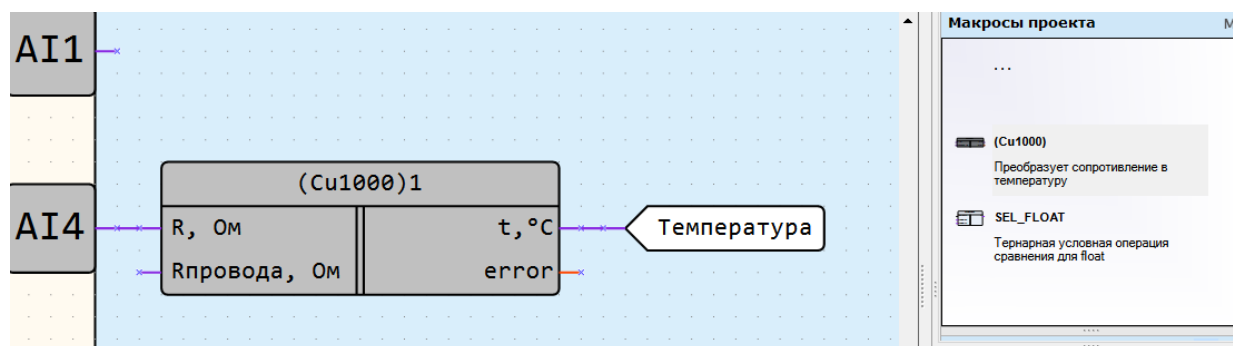

Рисунок 5 – Настройка аналогового входа при подключении датчика сопротивления
- 7) Закрыть «Менеджер компонентов» и со вкладки «Макросы» библиотеке компонентов подсоединить добавленный макрос к аналоговому входу (рис. 5).